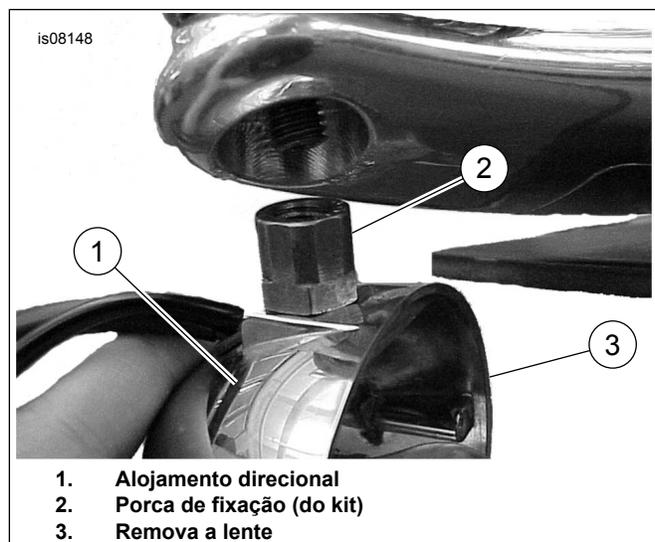

Figura 4. Instalação da porca de fixação do kit
13. Veja Figura 4. Instale a porca de fixação (peça N.º 68323-01) do kit no alojamento direcional e aperte no local adequado. Remova a lente do alojamento direcional.
17. Veja Figura 4. Instale a porca de fixação (peça N.º 68323-01) do kit no alojamento direcional e aperte no local adequado. Remova a lente do alojamento direcional.